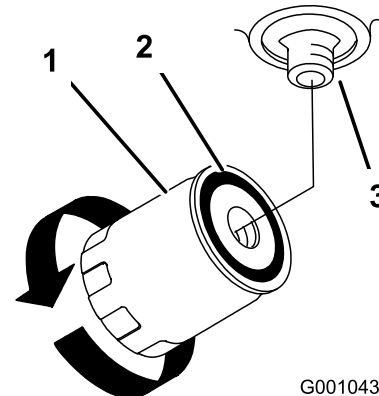

Figure 43
- Localisez le filtre hydraulique sous la base du moteur et placez un bac de vidange sous le filtre (Figure 43).
- Déposez le filtre usagé et essuyez la surface du joint de l'adaptateur (Figure 43).
- Quand le filtre hydraulique est plein, tournez-le dans le sens horaire jusqu'à ce que le joint en caoutchouc touche l'adaptateur, puis serrez-le encore d'un demi tour (Figure 43).